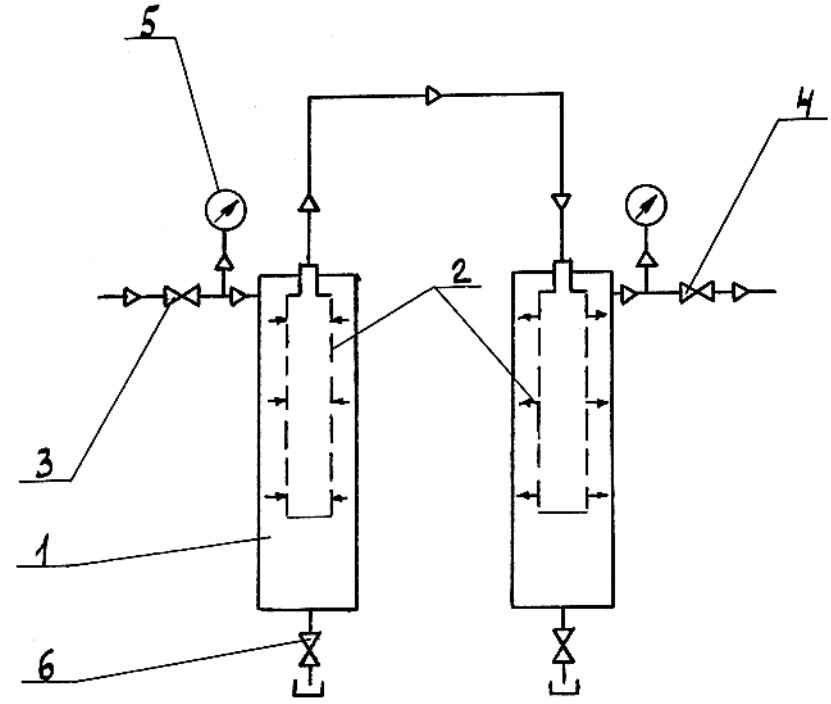

Рис. 4 Схема пневматическая принципиальная Фильтрационного модуля
4.2 Принцип работы (рис.4)
5.3.1 Снять заглушки с бобышек корпусов фильтров и подсоединить модуль к пневмосистеме согласно рис.4 и требованиям "Правил устройства и безопасной эксплуатации сосудов, работающих под давлением". При монтаже фильтрационного модуля к пневмосети в подводящих патрубках магистрали необходимо предусмотреть наличие резьбовых бобышек для установки манометров, позволяющих отслеживать по величине перепада давления степень засорения фильтроэлемента 1ой ступени.